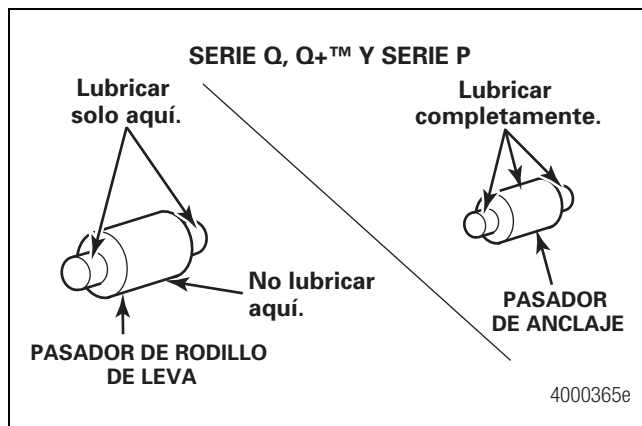
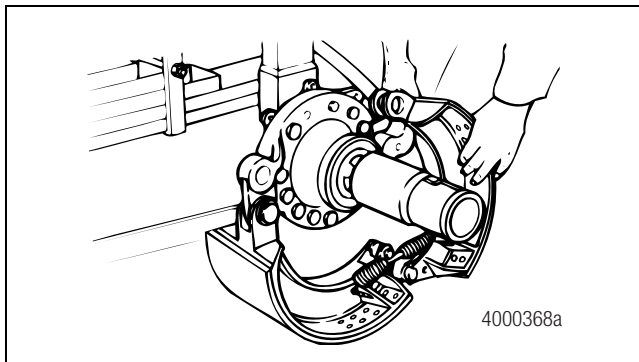

Figura 5.23
Figura 5.30
1. Lubricar los rodillos de las zapatas y los pasadores de anclaje según se muestra en la Figura 5.23. Usar solo grasa aprobada por Meritor. Consultar en la Sección 7 las especificaciones aprobadas de lubricación.
- Lubricar los rodillos de las zapatas y los pasadores de anclaje según se muestra en la Figura 5.23. Usar solo grasa aprobada por Meritor. Consultar en la Sección 7 las especificaciones aprobadas de lubricación.
- Para la zapata de frenos de la Serie P 16.5X7:** Después de instalar el buje, si es necesario, escariar el diámetro interior (DI) del buje a 1.250-1.257 pulgadas (31.75-31.93 mm) de diámetro (máximo).
- Para las zapatas de frenos Cast+ de 16.5X6 o Cast+ de 16.5X8.62:** Después de instalar el buje, si es necesario, escariar el diámetro interior (DI) del buje a 1.254-1.257 pulgadas (31.85-31.93 mm) de diámetro (máximo).
8. Instale en la zapata un nuevo resorte de retorno. Figura 5.30. Coloque la zapata superior en su posición, sobre la araña. Repita los pasos 5 a 6.